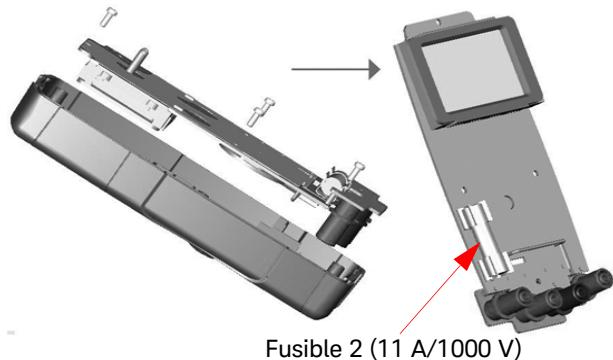

Figure 4-3 Remplacement du fusible 2
- 5 Pour remplacer un fusible 2 défectueux, retirez le fusible 1, desserrez les quatre vis (voir la Figure 4-3) pour soulever et dégager la carte de circuit du compartiment supérieur.
- 6 Retirez doucement le fusible défectueux 2 en dégageant d'abord une de ses extrémités et en l'extrayant du porte-fusible (voir la Figure 4-3).